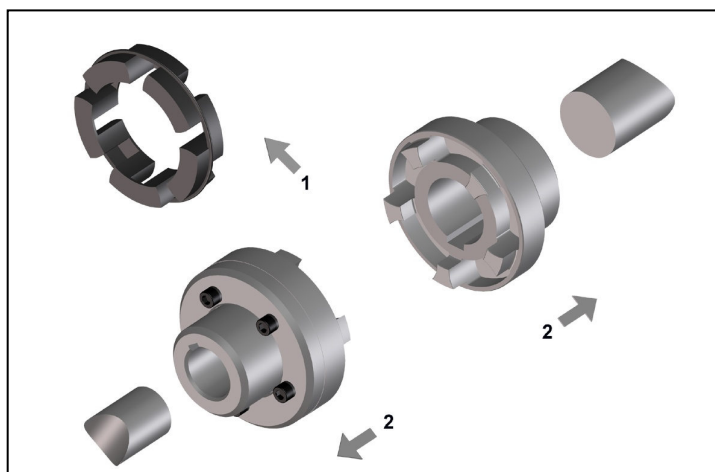

Bild 3
- Nehmen Sie den elastischen Zwischenring heraus (Bild 3, Pos. 1).
- Ziehen Sie die Kupplungsnabe und die Flanschnabe in der vorgesehenen Position auf die Wellenenden auf (Bild 3, Pos.2).